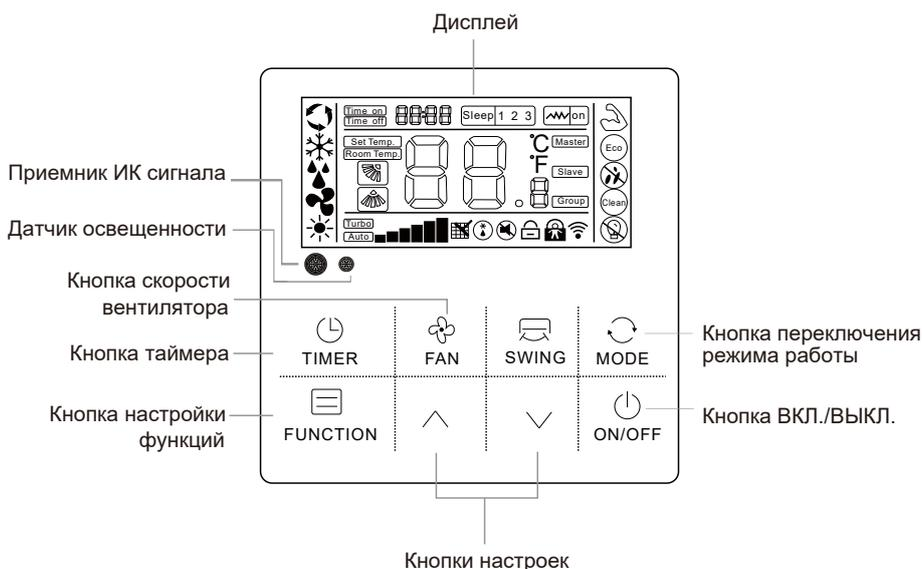

Рис. 1.6
- Контроллер WR-05 (рис. 1.6) является устройством сенсорного типа.